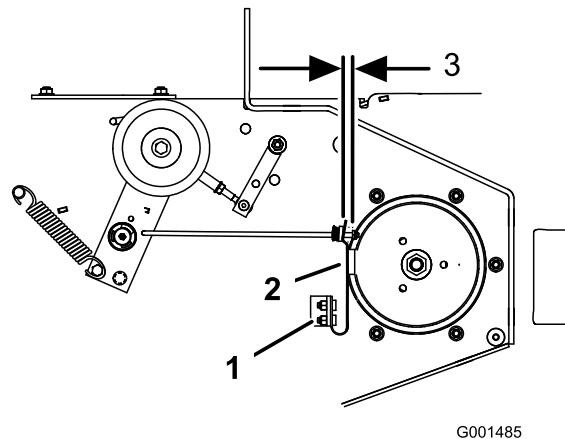

Figura 54
3. Si es necesario, ajuste los pernos de montaje del muelle hasta que la pastilla de freno de la cuchilla roce contra ambos lados de la ranura de la polea (Figura 54).
4. Ajuste la tuerca del extremo de la varilla de freno de la cuchilla hasta que quede un espacio de 3 mm – 5 mm ($\frac{1}{8}$ " – $\frac{3}{16}$ ") entre la tuerca y el espaciador (Figura 54).